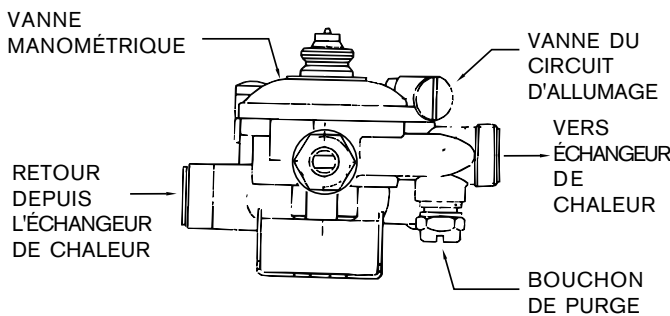

Figure 8
- Vérifier que l'orifice de drainage est fermé. Voir la figure 8 ci-dessous.